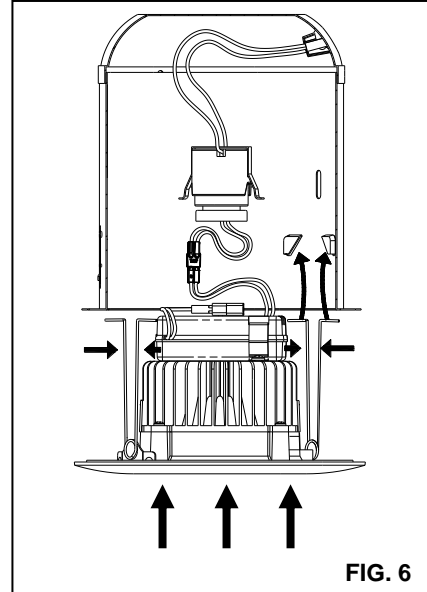

FIG. 6
5. Mete todos los cables en el PORTALÁMPARAS y empuje con cuidado la reconversión ADAPTADOR DECORATIVO en PORTALÁMPARAS. (NOTA: Para proporcionar suficiente espacio en los PORTALÁMPARAS de poca profundidad, con cuidado posicione el ADAPTADOR DEL ZÓCALO y el enchufe al lado de la CONTROLADOR antes de insertar el RECONVERSIÓNADO ADAPTADOR DECORATIVO en el PORTALÁMPARAS). **(FIG. 6)**